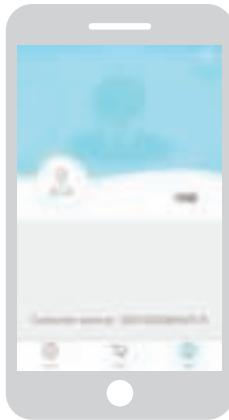

Figur 3 - Startskærmen og betjeningsskærmen
- 12 Operation: Åbn robottens betjeningsskærm, se figur 3.